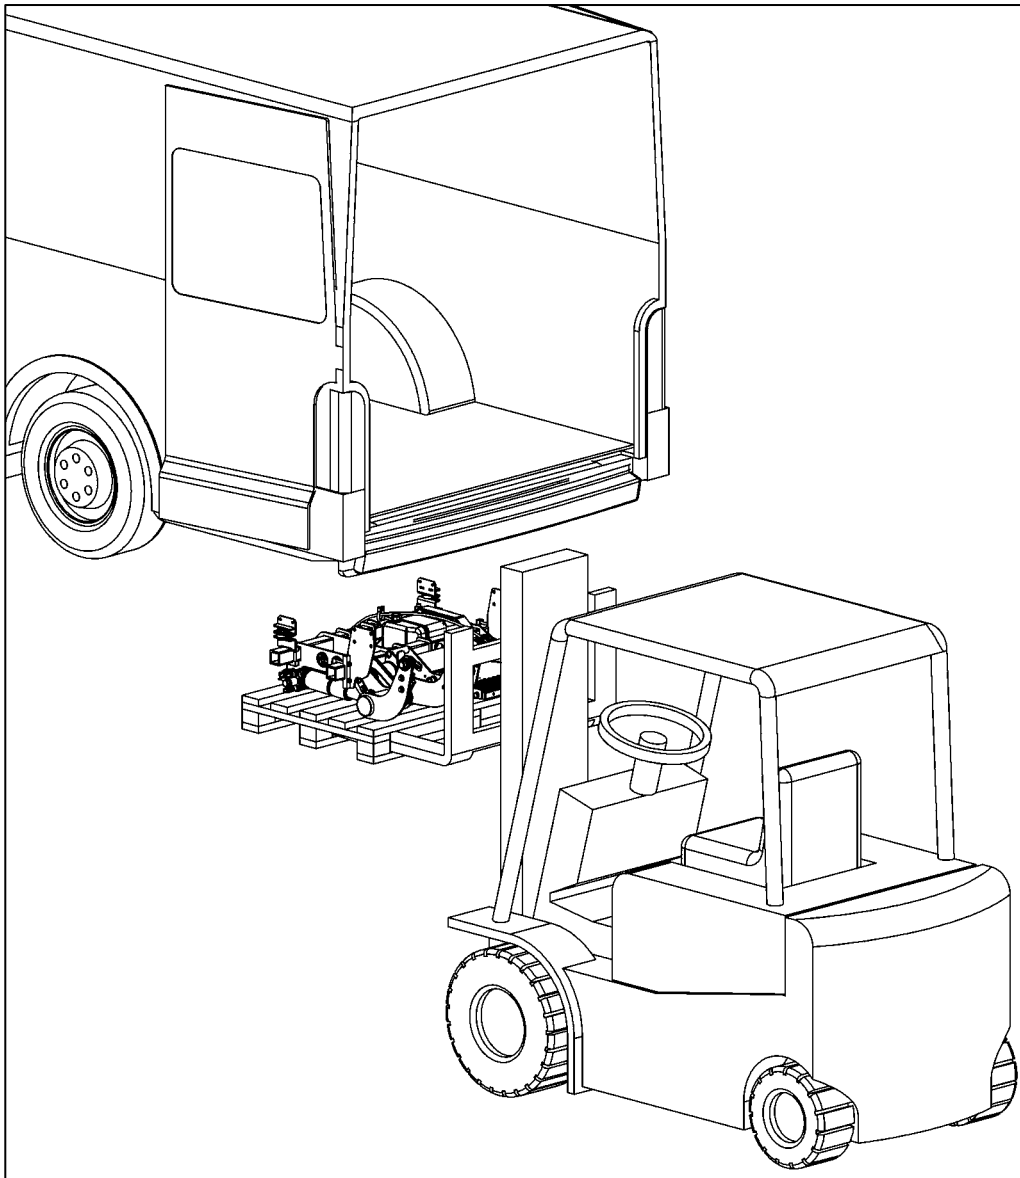

Abbildung 31
- Vorbereitetes Hubwerk (auf der Palette) mit geeignetem Transportmittel z. B.: Hubwagen, Gabelstapler o. ä. unter das Fahrzeug bringen (siehe Abbildung 31).